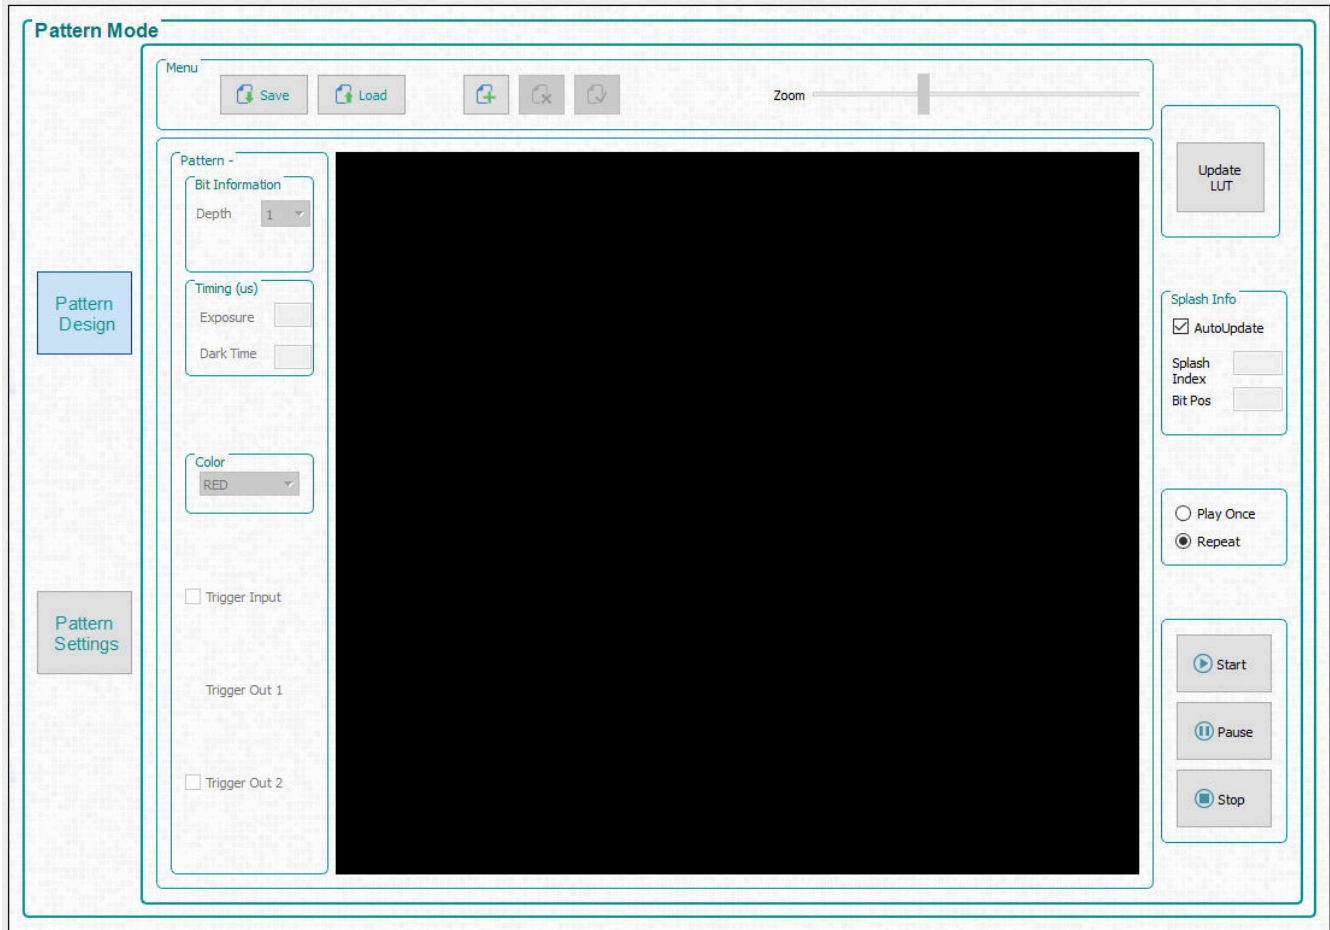

图 2-1. 图案模式面板
1. 在 **Operating Mode** 编组框中选择 **Pattern On-The-Fly Mode**，然后点击 **Pattern Design** 按钮，这样就会显示黑色面板，如图 2-1 所示。